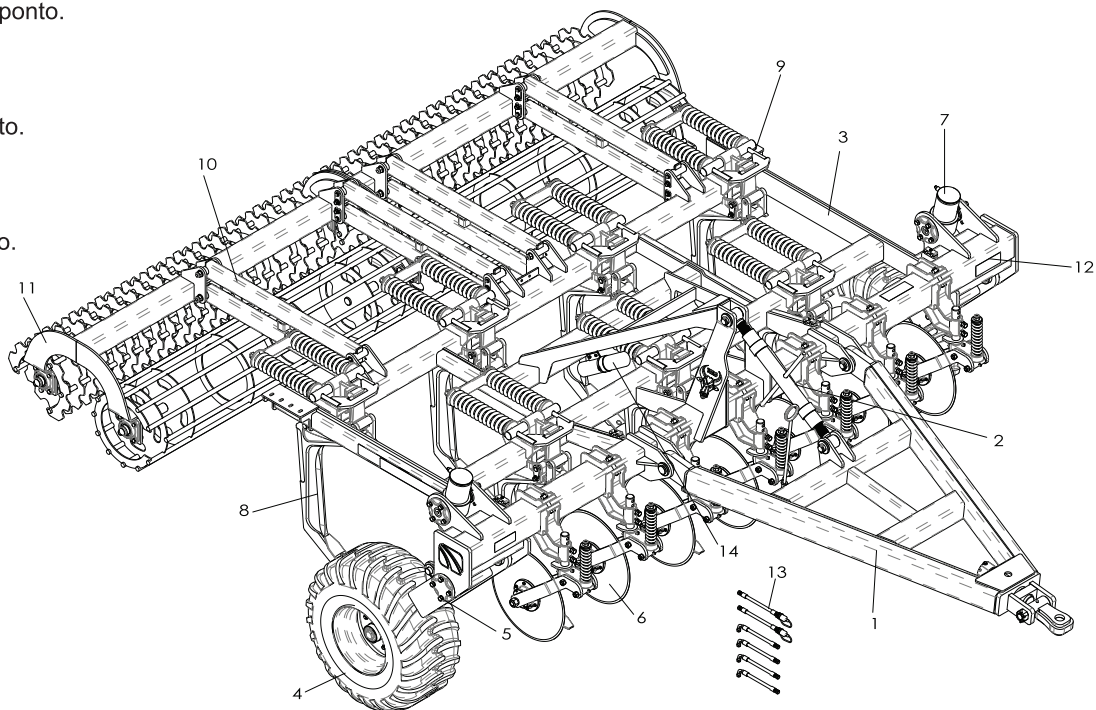

FIGURA 03
Em seguida coloque o cilindro hidráulico (7) nos pontos (A) no chassi e no rodeiro (B), fixe-o através dos pinos e cupilha (08), observe a posição de montagem do cilindro na figura 03.